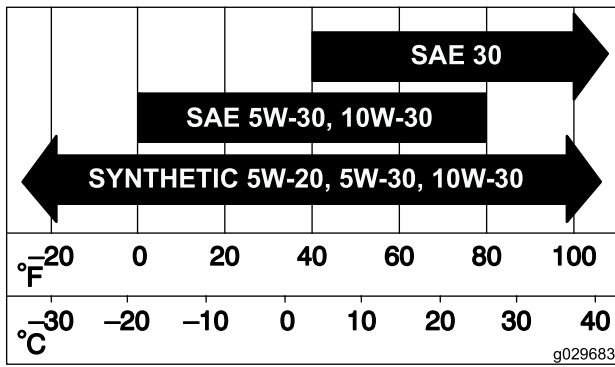

Figure 39
2. Introduisez le filtre dans son boîtier avec précaution (Figure 39).
3. Remettez en place et verrouillez le couvercle du filtre à air (Figure 39).